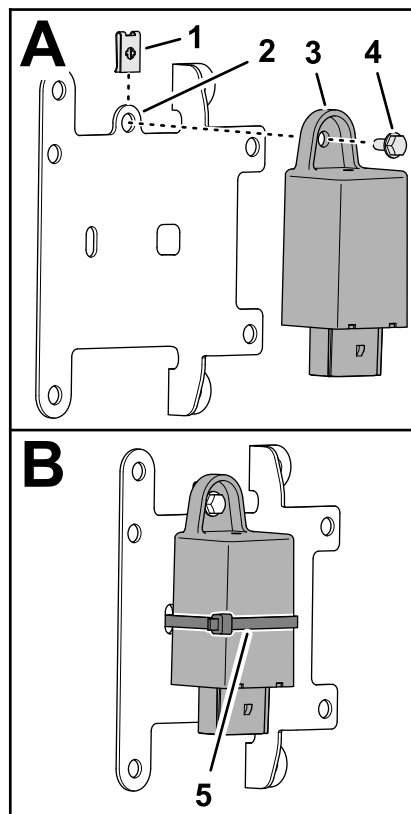

Figure 23
1. Fixez l'écrou à clip (n° 10) sur la plaque de montage du fusible (Figure 23).
2. Fixez la centrale clignotante sur la plaque de montage (Figure 23) à l'aide d'une vis à embase (n° 10 x 3/8 po).
3. Fixez la centrale clignotante sur la plaque de montage avec un attache-câble (Figure 23).